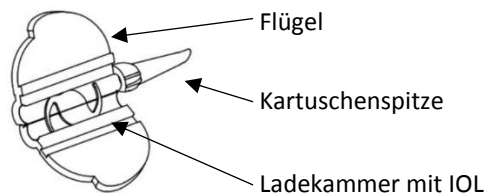

Fig. 1
6. Halten Sie die Kartuschenflügel geöffnet, zentrieren Sie die IOL und drücken Sie mit der Pinzette die Linse sanft nieder, um sicherzustellen, dass die nächste Kante der Optik sicher unter der Kante der Ladekammer zu liegen kommt (siehe Abbildung 1).